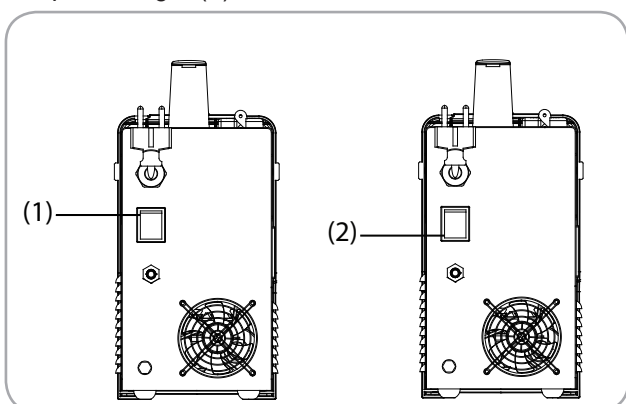

Fig.5
- Aparatul pornește prin conectarea cablului de alimentare la priză și apăsarea întrerupătorului în poziția Pornit - Fig 5 (1).
- Aparatul se oprește, apăsând întrerupătorul în poziția Oprit și deconectând cablul de alimentare de la priză - Fig 5 (2).